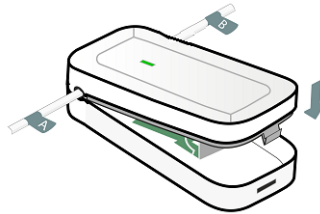

Рисунок 9.6 – Закрытие корпуса датчика
- 4) Закройте корпус датчика (см. рисунок 9.6).